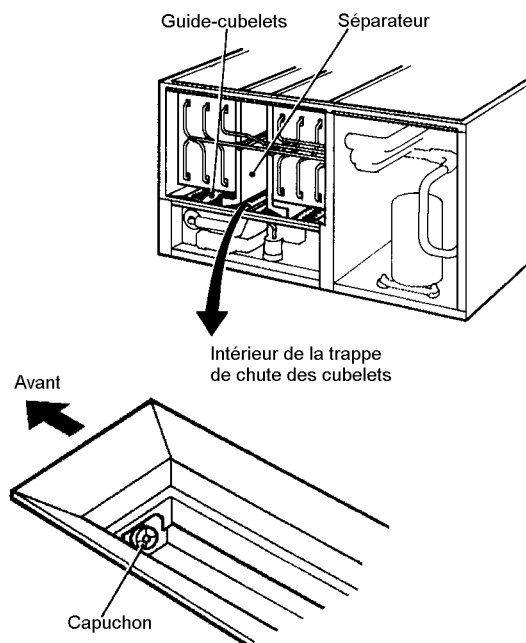

Fig. 12
8. Déposez le panneau d'isolation. Déposez le capuchon qui se trouve dans la partie inférieure avant de la trappe d'évacuation de glace. Vidangez le réservoir d'eau pour évacuer toutes particules détachées. (Voir Fig. 12).